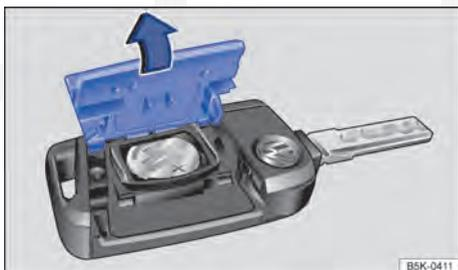

Fig. 26 Chave do veículo: abrir a cobertura do alojamento da bateria.
- Remover a cobertura no lado posterior da chave do veículo com um objeto adequado, por exemplo, uma moeda, ⇒ Fig. 26 no sentido da seta ⇒ .
- Posicionar a cobertura conforme indicado ⇒ Fig. 26 e pressionar no sentido contrário ao da seta sobre a carcaça da chave do veículo até encaixar.